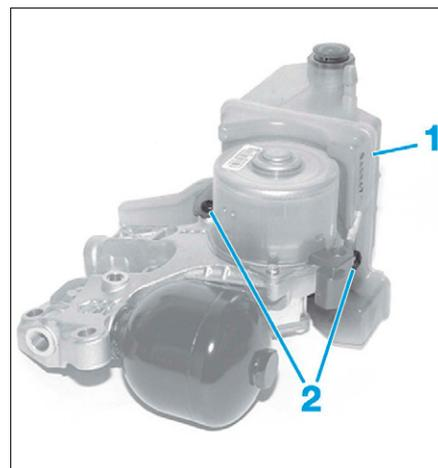
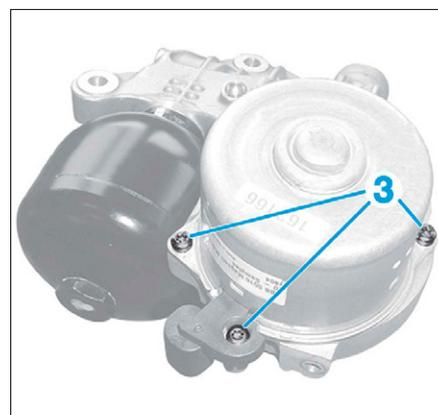

FIG. 26
FIG. 27
- Vidanger le réservoir (1) (Fig.26).
- les vis (2),
- du réservoir hydraulique (1),
- les vis (3) (Fig.27),